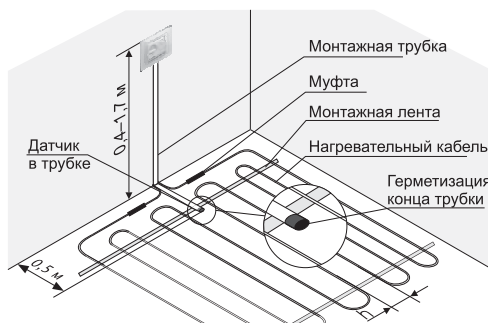

Рисунок 1. Монтаж терморегулятора и системы «теплый пол»
- закрепить терморегулятор в монтажной коробке. Для этого необходимо снять лицевую рамку, подцепив ее со стороны отверткой, вставленной в паз (рис. 1). Поместить терморегулятор в монтажную коробку и закрутить монтажные винты.